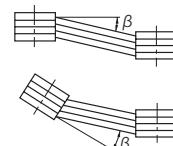

図8
(3) Vベルトを使用する場合
- 両ブーリ間の平行度、偏心度 β は $20'$ 以内として下さい。(図8 参照)